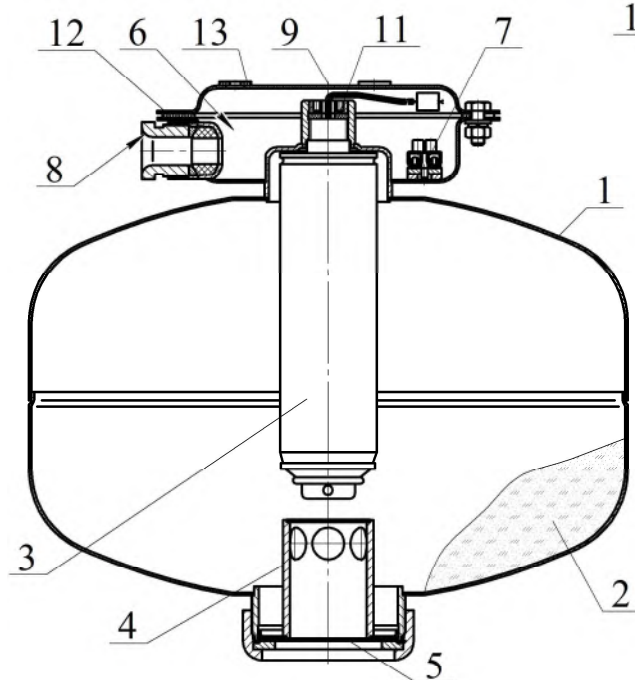
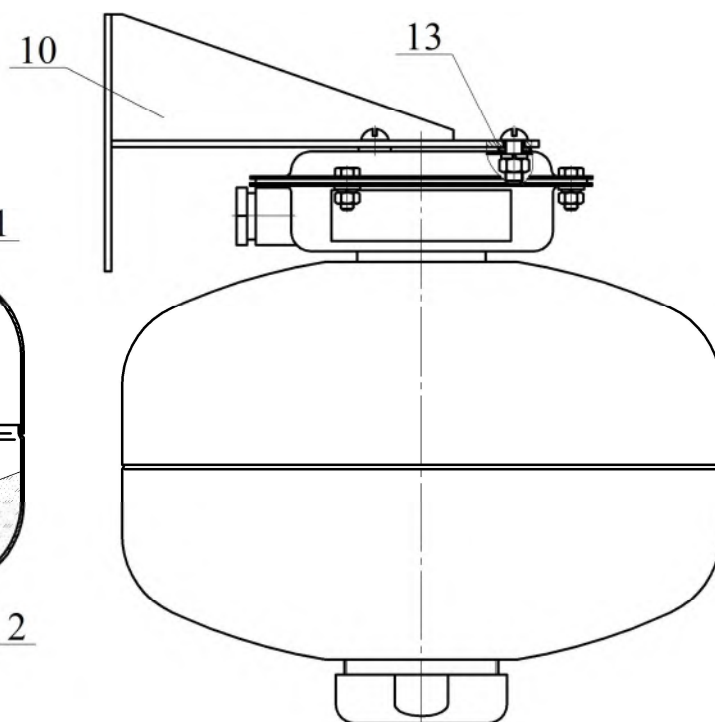

Рисунок 1
Рисунок 2
В верхней части МПП снабжён кронштейном **9** для крепления к потолочному перекрытию (рисунок 1) или кронштейном **10** для крепления к стене (рисунок 2).
2.1.3 Закрепить кронштейн **9** (см. рисунок 1) на потолке или кронштейн **10** (см. рисунок 2) на стене. Крепление кронштейна **9** к потолку производить через резиновые кольца **13**. Координаты отверстий в кронштейне, предназначенном для крепления МПП на потолке, приведены на рисунке 4а), на стене – на рисунке 4б).
2.1.4 Через резиновую прокладку **12** (см. рисунок 1) состыковать МПП с кронштейном и закрепить соединение гайками. Соединение МПП с настенным кронштейном **10** производить через резиновые кольца **13** (см. рисунок 2).